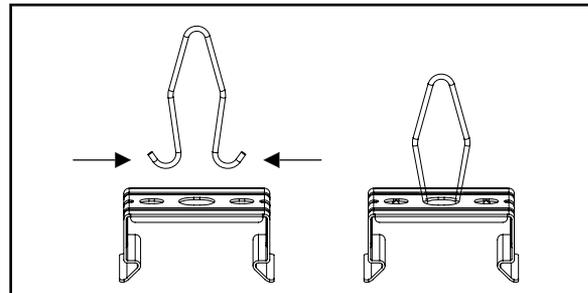

Figure 5.
5. Appuyer sur les côtés du crochet en V (B) et l'acheminer dans le trou central du support. S'assurer que les pattes du crochet soient insérées dans les côtés latéraux situés sur la face supérieure du support de montage (Figure 5). Si le luminaire est installé avec des chaînes (non incluses), rattacher la chaîne sur la structure (non incluse) et faire une boucle dans le crochet en V (B).